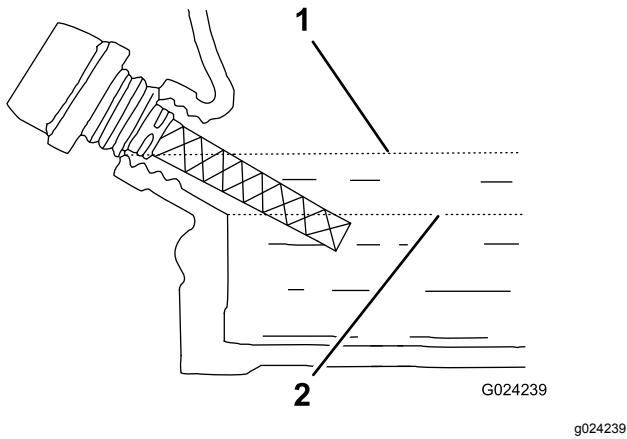

Bild 18
**Hinweis:** Wenn der Ölstand nahe oder unter der unteren Markierung am Peilstab liegt, füllen Sie Öl auf, bis der Ölstand an der oberen Markierung liegt (Unterkante des Öleinfülllochs), siehe Bild 18. Prüfen Sie den Ölstand erneut. Überfüllen Sie das Kurbelgehäuse nicht.